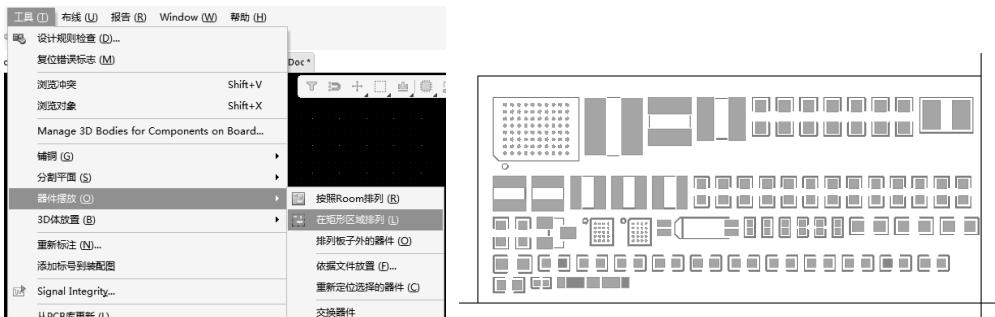

图 9-9 在矩形区域排列与元件的框选排列
- (1) 在原理图中选择其中一个模块的所有元件，这时 PCB 中与原理图相对应的元件都被选中。
- (2) 执行菜单命令“工具-器件摆放-在矩形区域排列”。
- (3) 在 PCB 中某个空白区域框选一个范围，这时这个功能模块的元件都会排列到这个框选的范围内，如图 9-9 所示。利用这个功能，可以把原理图中所有的功能模块进行快速的分块。